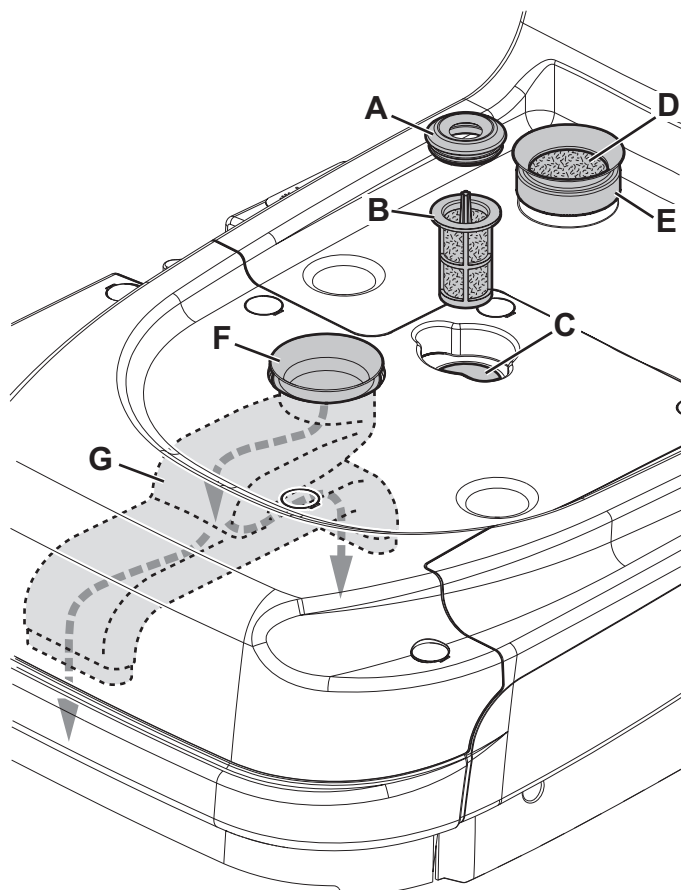

Abbildung 12
1. Das Tankfach (13) mithilfe des Griffs (15) aus dem Gerätgehäuse ziehen.
2. Den Gummidichtung (A, Abb. 12) abnehmen, dann das Filtersieb (B) herausnehmen.
3. Reinigen und in den Sitz (C) einstecken.
4. Luftfilter (D) abnehmen und reinigen.
5. Den Filter wieder in den Dichtungssitz (E) einsetzen.